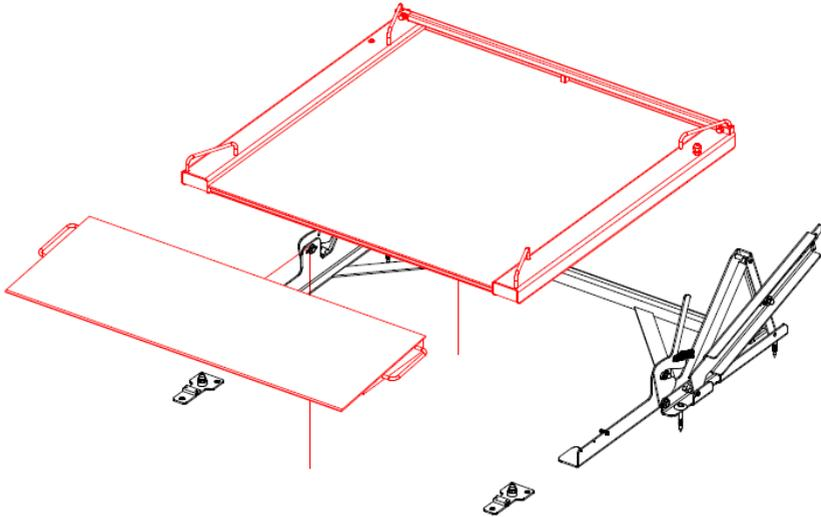

Abbildung 12. Die Plattform und die Rampe auf den Bolzen der Montagefüßen.
7. Legen Sie die Plattform und passen Sie die Dehnungsmessstreifen an die Bolzen an. Passen Sie die Rampe an die Montagefüße an (Abbildung 12).